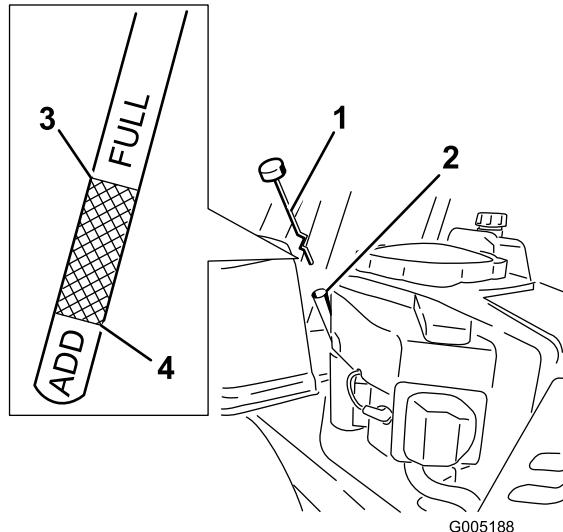

Figura 28
4. Retire la varilla; límpie el aceite Figura 28 Vuelva a colocar la varilla en el tubo, con el tapón descansando sobre el tubo. No enrosque el tapón en el tubo.